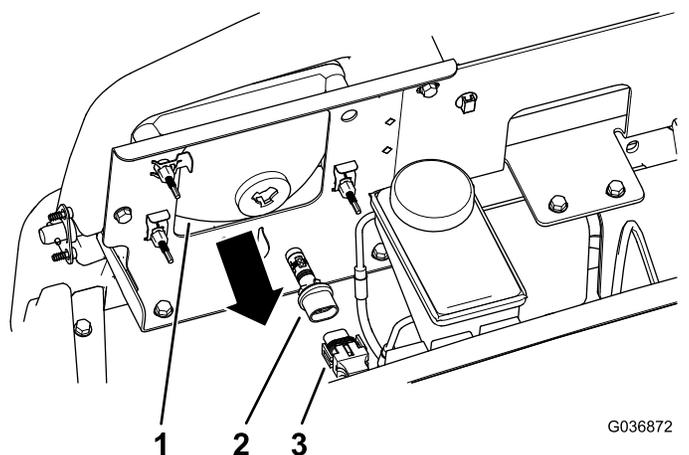

图 54
3. 从大灯外壳后面灯总成的接头断开线束的电气接头 图 54。
4. 将灯总成逆时针旋转  $\frac{1}{4}$  圈然后向后移动移出大灯外壳 图 54。
5. 插入新灯总成和大灯外壳将灯总成上的标签与大灯外壳中的槽对齐 图 54。
6. 将灯总成顺时针旋转  $\frac{1}{4}$  圈进行固定 图 54。
7. 将线束的电气接头与新灯总成的接头连接 图 54。